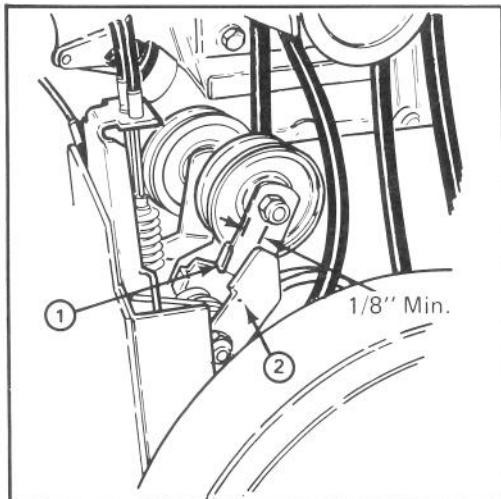

Abbildung 19
1. Die drei (3), die Riemenabdeckung am Motorrahmen befestigenden Kopfschrauben entfernen und die Abdeckung auf den Kabeln nach oben schieben.
2. Leitrad- und Bremseinstellung überprüfen. Der Mindestabstand zwischen der Zunge am Gebläselenkzischenhebel und Bremshebel (Abb. 19) sollte 3 mm betragen. Ist der Abstand weniger als 3 mm, ist der Riemen auszutauschen.